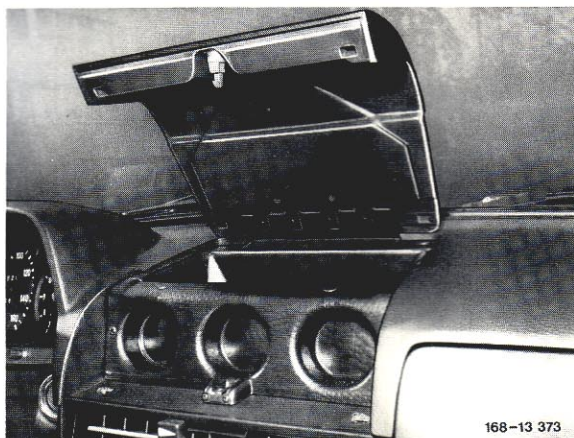

Bild 3
Das Taxi bekommt durch den Einbau des Rückrücksatzes ein seriennahes Aussehen. Die Frischluftdüsen im Deckel sind Attrappen. Die Frischluftzufuhr erfolgt unverändert über die darunterliegende Jalousie. Zusätzlich wird durch den Einbau des Rückrücksatzes eine Ablage mit Deckel gewonnen (Bild 3).
- 6 Deckel aufstecken und schließen (Bild 3 und 4).